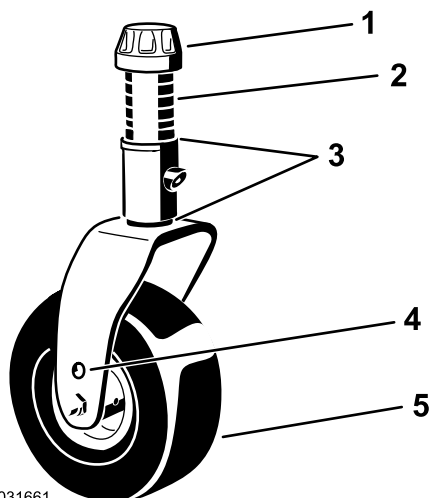
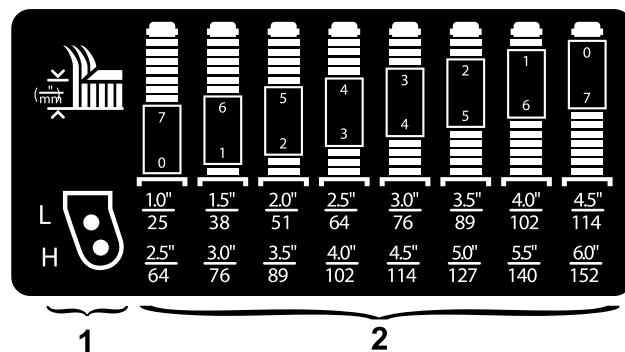

Figure 8
Figure 9
Placez les axes des roues pivotantes dans les mêmes trous sur les deux fourches. Pour choisir les trous correspondant au réglage, reportez-vous à la Figure 8 et à la Figure 9.
1. Enlevez le chapeau de tension de l'axe de pivot (Figure 8) et sortez l'axe du bras pivotant. Remplacez les 2 cales sur l'axe de pivot comme à l'origine. Elles sont requises pour que les tabliers de coupe soient parfaitement de niveau sur toute la largeur.
2. Insérez le nombre correct d'entretoises sur l'axe de pivot pour obtenir la hauteur de coupe voulue (Figure 8).
Reportez-vous à la Figure 9 pour déterminer les combinaisons d'entretoises requises pour la hauteur de coupe souhaitée.